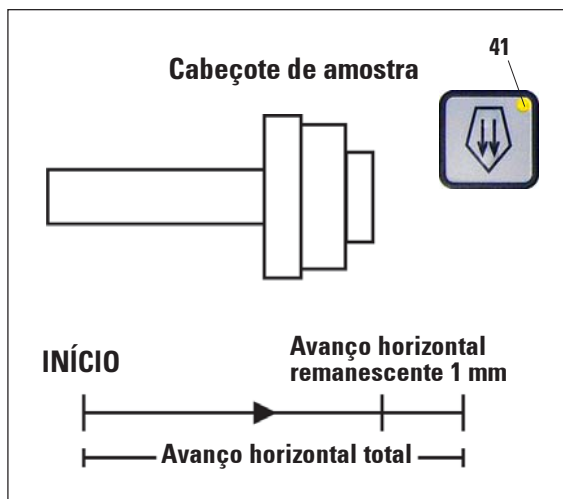

Fig. 16
O LED amarelo (41) no botão **COARSE FEED** acende (fig. 16)